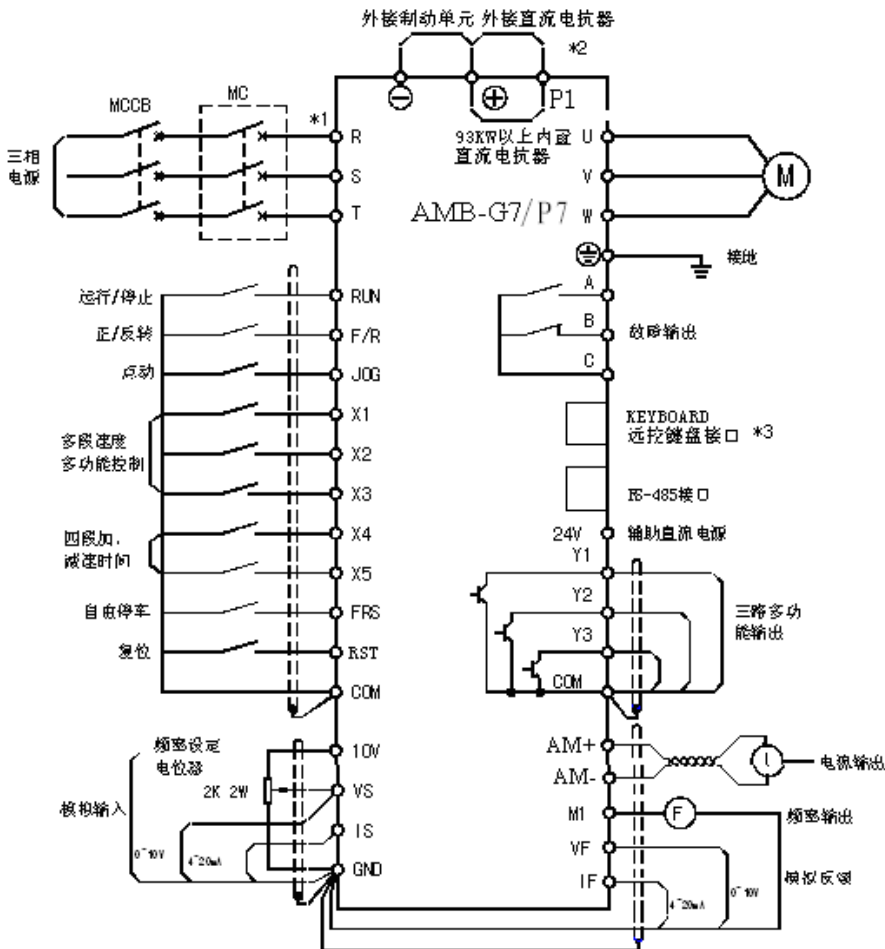

图 3-3 18.5kW 及以上规格 G7/P7 变频器连接图
18.5kW 及以上 G7/P7 变频器连接图如图 3-3 所示。用键盘（本机键盘或远控键盘）操作变频器时，只连接主回路即可运转电动机。